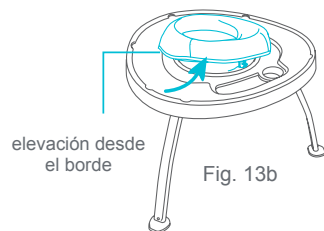

Fig. 13b
- Desde la parte superior de la mesa, utilice el borde del asiento para levantarlo de la mesa (Fig. 13b).